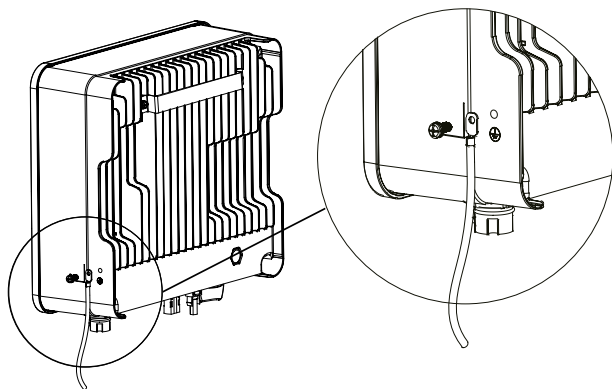

Fig. 15. Conexión del terminal de tierra.
2. Fijar el terminal de conexión a tierra al cable PE con una herramienta adecuada y bloquear el terminal de conexión a tierra al orificio de conexión a tierra en el lado inferior derecho del inversor, como se muestra en la Fig. 15.